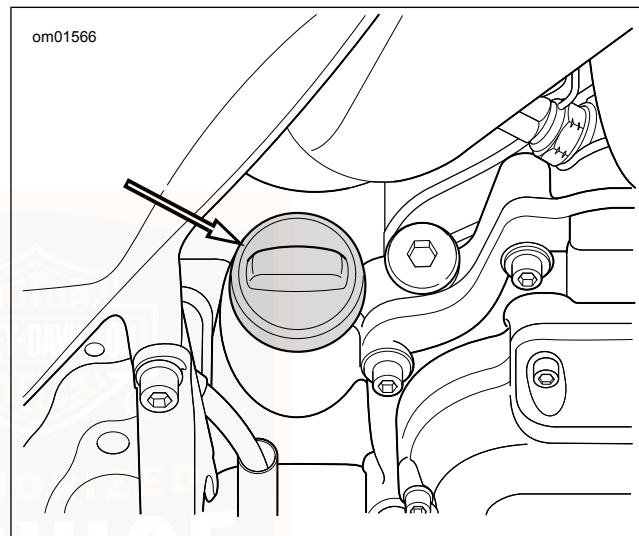

Abbildung 61. Motoröl-Einfüllverschlussstopfen
2. Siehe Abbildung 61. Den Motorölstand prüfen.
3. Siehe Abbildung 61. Ölstand prüfen.